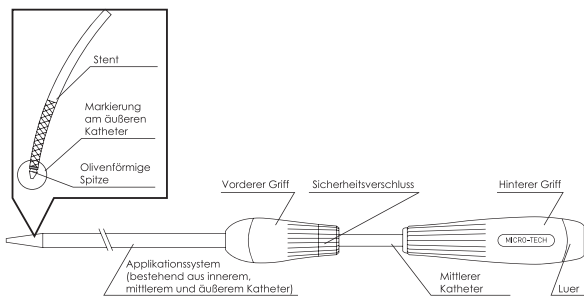

Fig.1a OTW Intestinal Stent Delivery System
- Das Intestinal-Stent-Applikationssystem besteht aus zwei Bestandteilen: dem implantierbaren Metall-Stent und dem Applikationssystem (siehe Abb. 1a, 1b, 1c). Der Stent besteht aus Nitinoldraht und hat eine röhrenförmige Netzstruktur. Dieser Aufbau macht den Stent flexibler und verträglicher und erlaubt ihm die automatische Entfaltung. Das Applikationssystem besteht aus drei coaxialen Röhrchen. Das äußere Röhrchen dient dazu, den Stent bis zum Einziehen während der Stent-Einsatzes zu fixieren. Röntgenopake Markierungsbänder auf dem Innen- und Außenröhrchen unterstützen die Bildgebung während des Einsatzes. Das innere Röhrchen enthält ein zentrales Lumen, das einen 0.035 inch/0.89mm Führungsdraht aufnimmt.